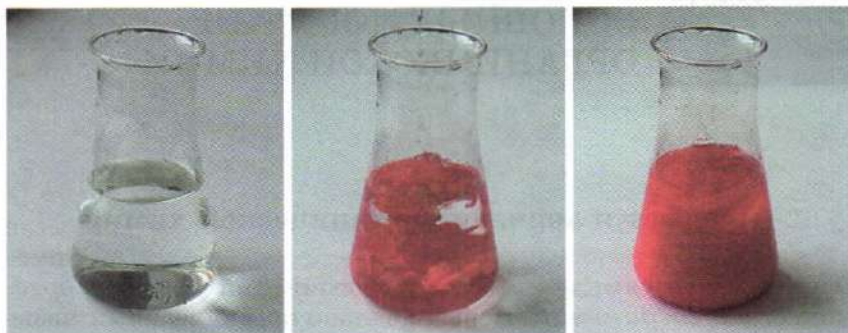

Рис. 154. Осаждение иодида ртути(II)
иодида ртути(II) HgI_2 (рис. 154). При нагревании соль возгоняется, чем и объясняется ее название, происходящее от слова «сублимат», т. е. вещество, образовавшееся при возгонке. В отличие от большинства солей сулема — слабый электролит: ее водный раствор плохо проводит электрический ток, так как содержит значительное количество недиссоциированных молекул HgCl_2 . Сулема ядовита! Ее используют в качестве катализатора, протравы для семян, она находит применение при консервировании зоологических препаратов, так как образует с белками нерастворимые соединения, не подверженные гниению. По этой же причине противоядием при отравлении сулемой служит яичный белок — необходимо сразу же выпить сырое яйцо. Следует помнить, что ртуть и все ее соединения, растворимые в воде, сильно ядовиты.